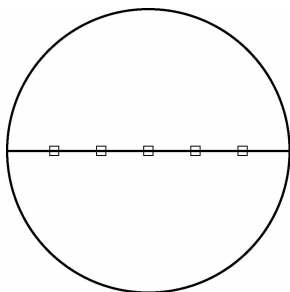

图 4-45 绘制半径为 35 的圆弧
(3)使用多段线命令绘制半径为 35 的大圆弧,如图 4-45 所示。